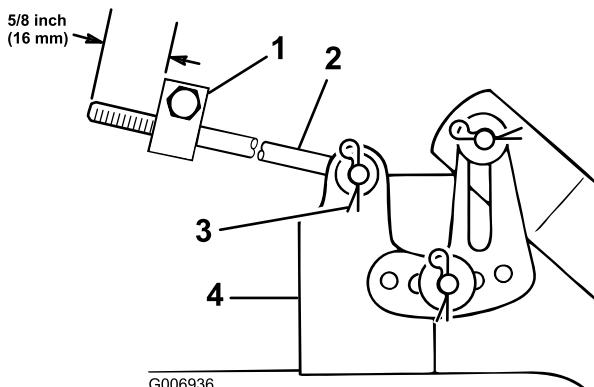

Figure 49
6. Mesurez la longueur de tige qui dépasse de l'avant du bloc de réglage sur les côtés du châssis (Figure 49). Si la longueur n'est pas égale à 16 mm, enlevez la goupille fendue et la rondelle de l'extrémité de la tige (Figure 49), puis vissez ou dévissez la tige jusqu'à l'obtention de la longueur requise.